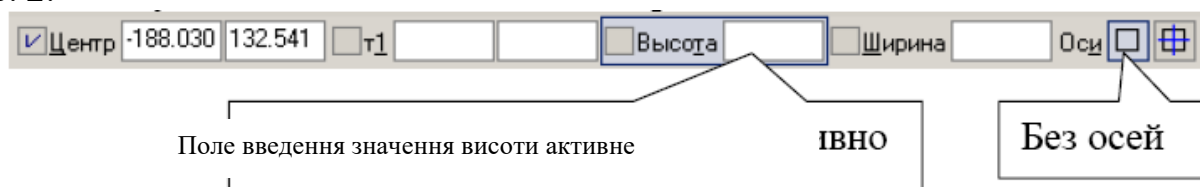

Рис. 2
**Прямоугольник по центру и вершине**  на панелі Геометрия . Параметри прямокутника при його створенні та редагуванні відображаються в окремих полях *Строки параметров*. Рядок параметрів, відповідний команді показаний на рис. 2.
Виберіть прямокутник без осей, рис. 2.